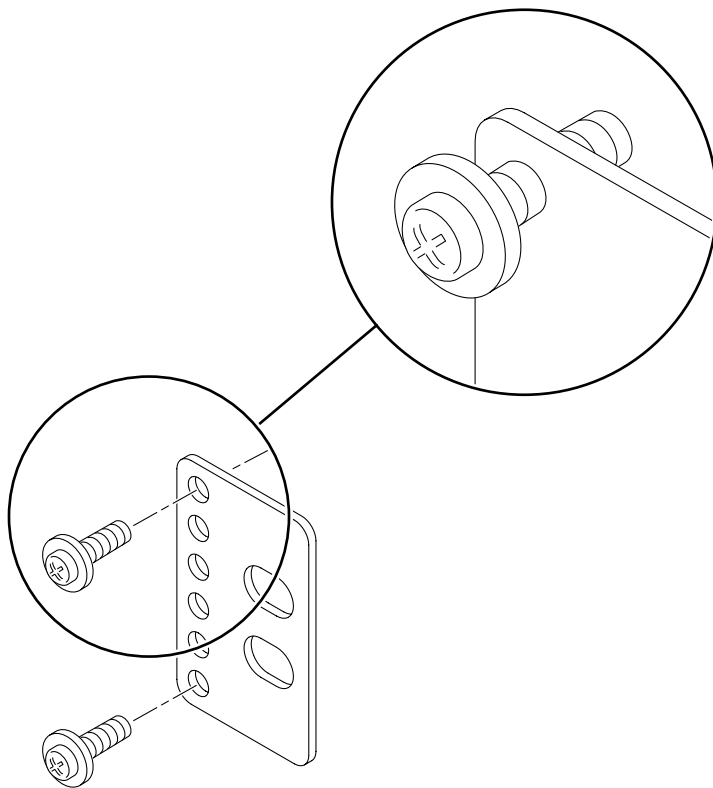

图 3-33 将螺钉安装到后端固定片上离系统机箱前端最近的位置
- a. 每个后端固定片用两颗 M3 \times 8 SEM 螺钉, 分别拧入后端固定片上的三组孔眼中的一组, 注意不要拧紧 (图 3-33)。
具体位置由机架中导轨的厚度决定。例如, 图 3-33 中所显示的后端固定片上的螺钉安装位置表示距系统机箱前端最近的位置。